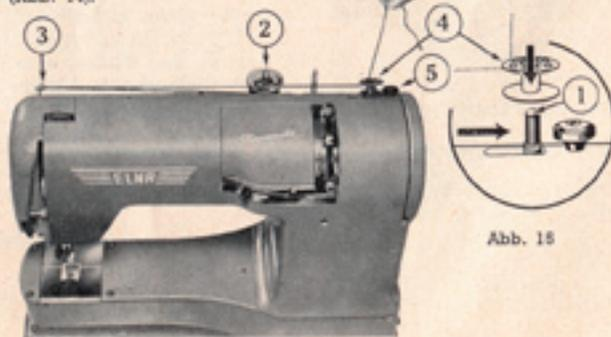

Abb. 15
Dann wird die Spulerröhre (1) in Richtung des Schwungrades gedrückt (siehe Pfeil Abb. 15). Fadenspule so auf einen der Spulenträger (2) aufsetzen, dass der Faden auf der Seite gegen die Maschine von der Spule abläuft. Faden über die Fadenleiste (3) und zurück zur Spulerröhre führen. Faden von innen nach aussen durch eine der kleinen Spulenöffnungen (4) ziehen. Spule so auf die Spulerröhre schieben, dass sich die gelochte Seite oben befindet.